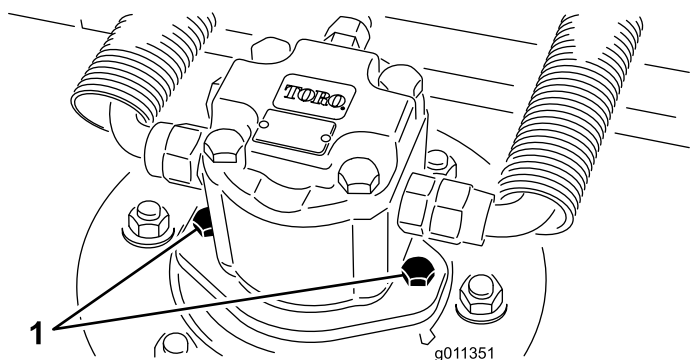

Figure 81
2. Débranchez et déposez le moteur hydraulique du plateau de coupe (Figure 81). Couvrez le dessus de l'axe pour éviter toute contamination.
4. Montez le moteur hydraulique sur le plateau de coupe (Figure 81). Vérifiez que le joint torique est en place et en bon état.